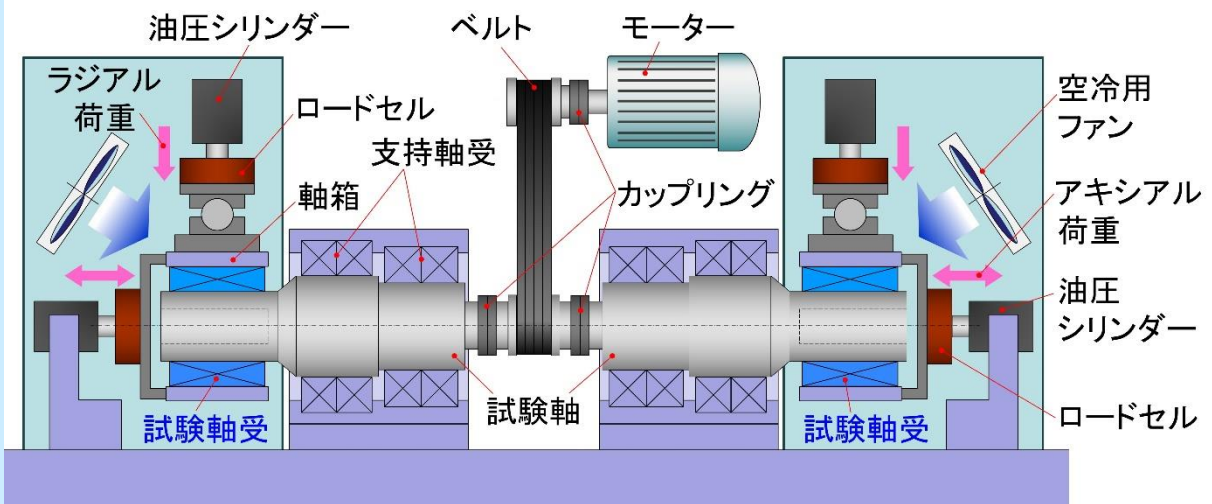
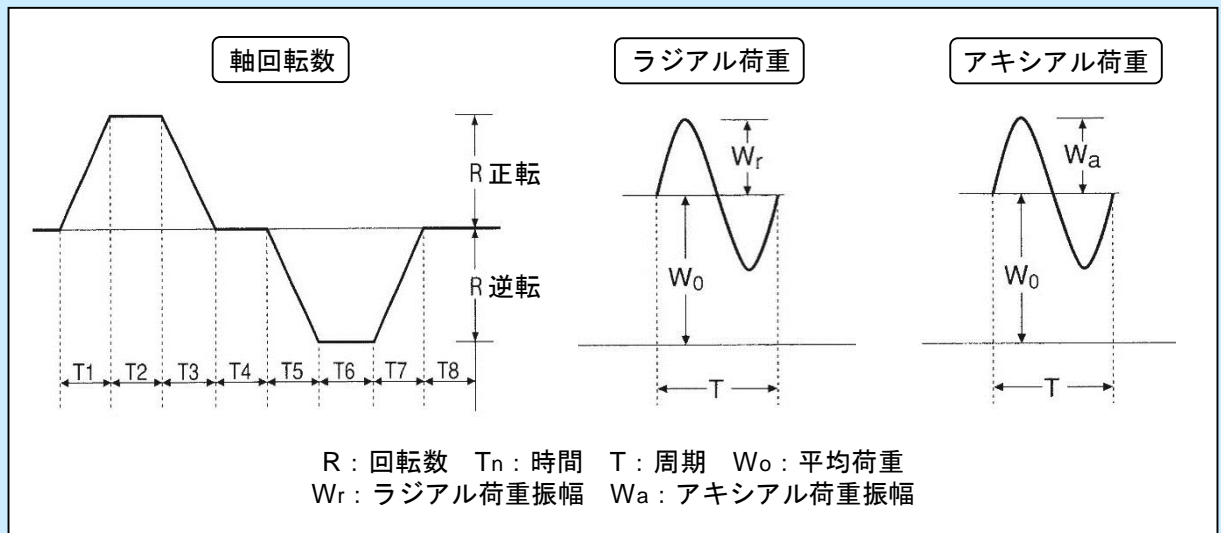

図1 試験装置の概要
図2 運転パターンの例
- 実物の車軸軸受を試験軸受とし、一定または変動のラジアル荷重・アキシャル荷重を負荷させながら回転試験を行うことができます（図1）。
①試験軸回転数 ②ラジアル荷重 ③アキシャル荷重
④軸受外輪温度 ⑤雰囲気温度 ⑥軸箱振動加速度
- 試験軸回転数やラジアル荷重、アキシャル荷重のパターンをあらかじめ入力することで、自動運転ができます（図2）。